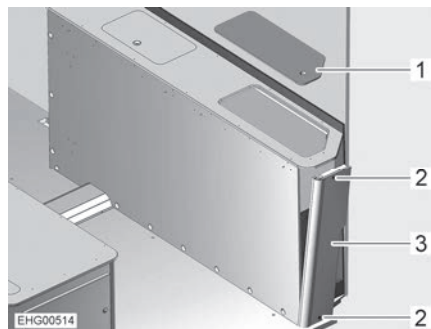

Bild 159 Bettkasten rechts
- Service-Deckel (Bild 159,1) abnehmen.
- 2 Schrauben (Bild 159,2) herausdrehen.
- Von oben in den Bettkasten greifen und Seitenwand (Bild 159,3) leicht nach außen drücken.